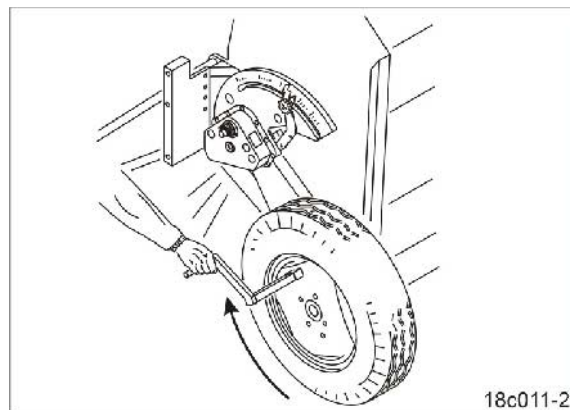

Рис. 57
- воспроизводится проход по полю посредством вращения приводного колеса (Рис. 57);